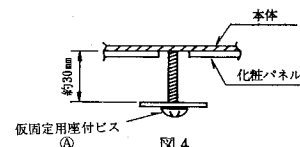

図4
- 化粧パネル中央部の仮固定用座付ビス④2本を図4に従ってセットして下さい。(化粧パネル中央部の仮固定用座付ビス④は外さないで下さい。)